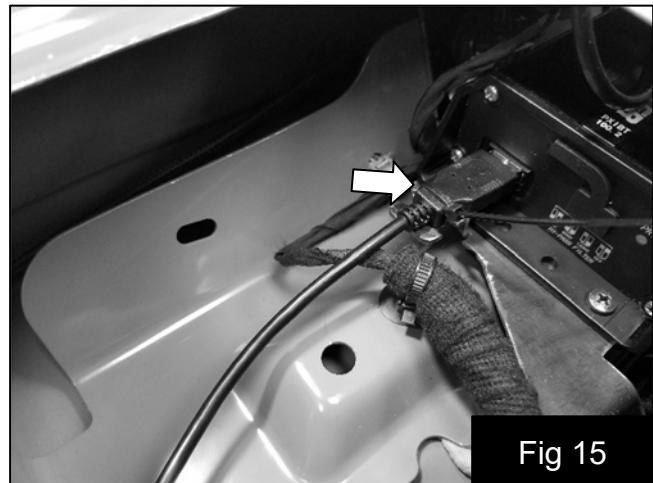

Fig 15
25. Connectez le câble USB à l'amplificateur et fixez-le à la languette métallique à l'aide du serre-câble fourni. Fig. 15